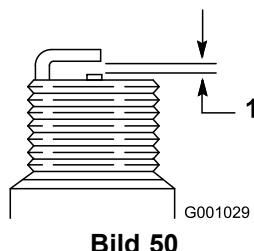

Bild 50
4. Stellen Sie den Abstand der Elektroden an der neuen Zündkerze auf 0,76 mm (Bild 50).